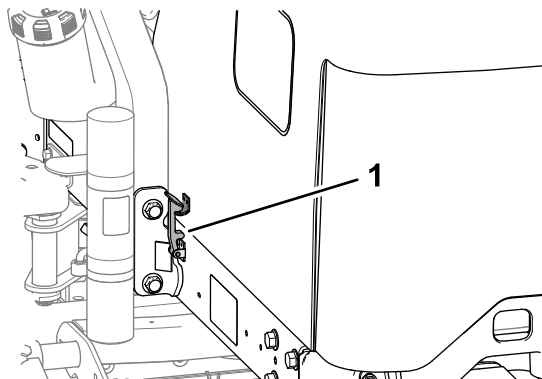

Figura 53
2. Rotii capota în sus i în spate (Figura 53).